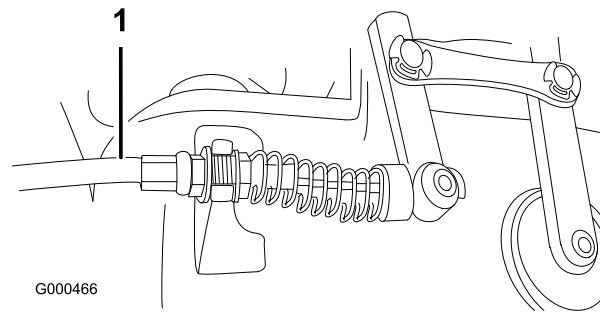

Figura 50
2. Para aumentar la tensión del cable, afloje la contratuerca delantera del cable y apriete la contratuerca trasera del cable (Figura 50) (situada encima de la caja de engranajes) hasta que la fuerza del cable del molinete añada de 3,2 a 4,5 kg adicional, medida en el pomo de control.